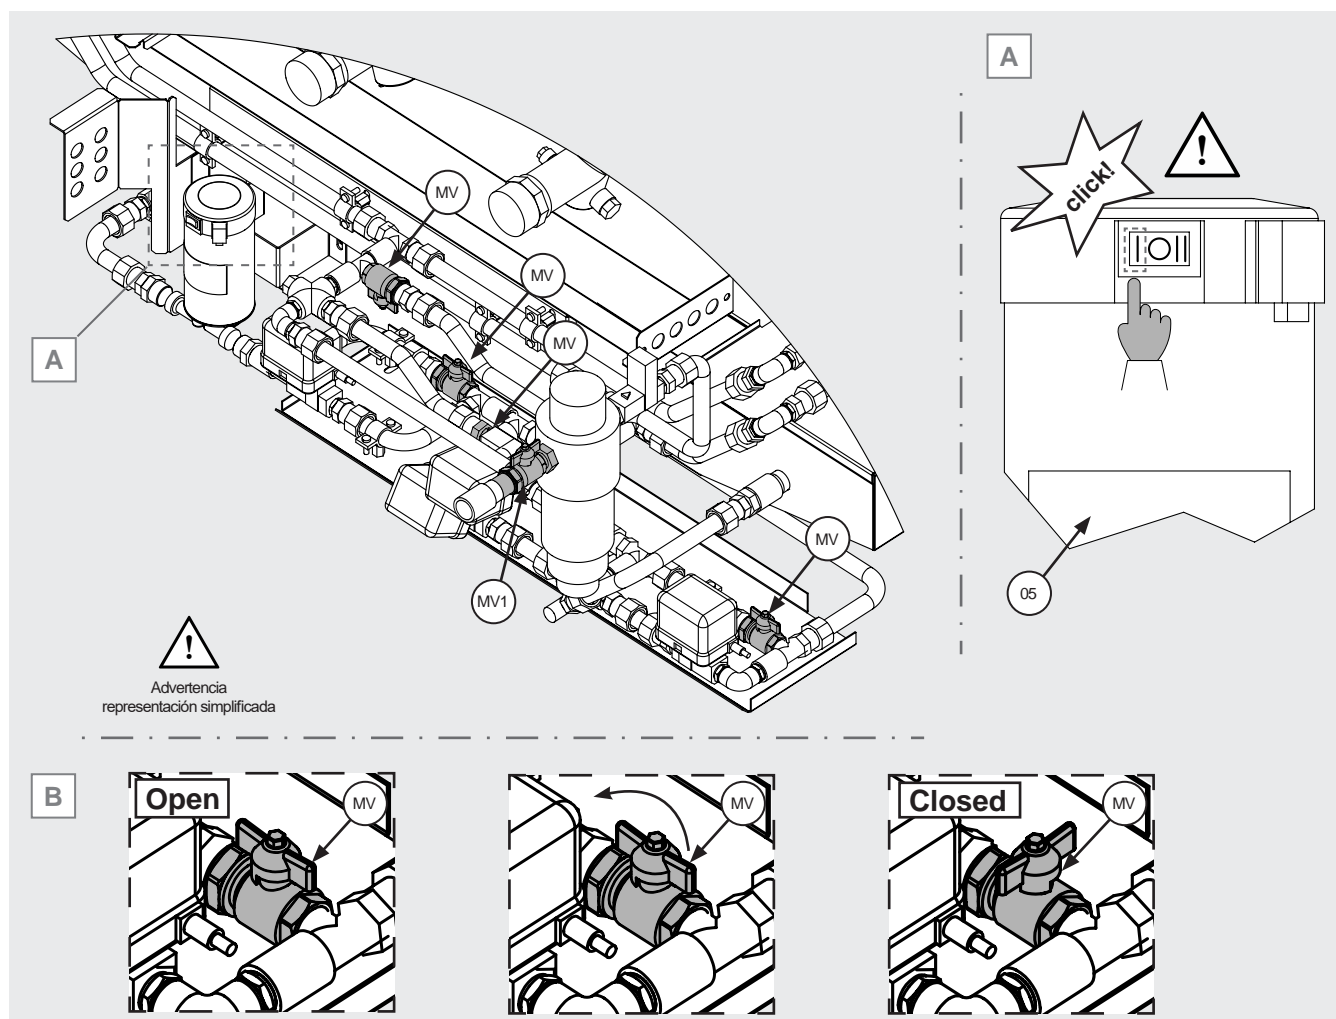

Figura 17
- 10.14 Válvula manual (MV1) de entrada de agua abierta, resto de válvulas manuales (MV) cerradas, véase la Figura 17 B.
- 10.17 Compruebe que el interruptor de la bomba de recuperación (05), cuando exista, esté en I. Ver Figura 17 detalle A.